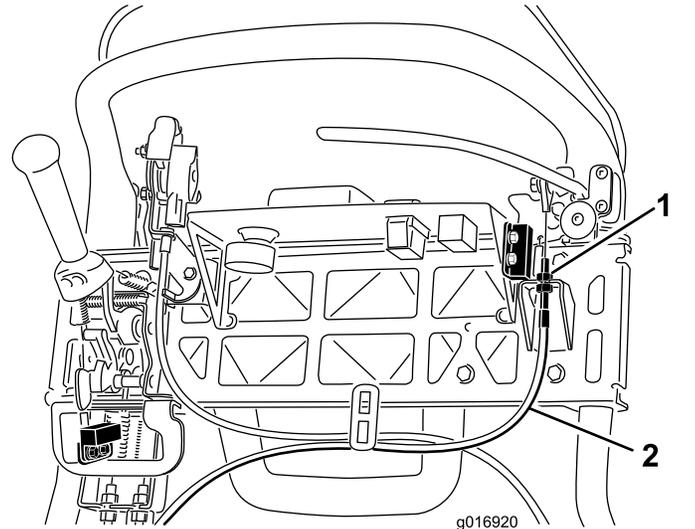

Bild 43
3. Lösen Sie zum Erhöhen der Bremszugspannung die obere Kabelklemmmutter und ziehen die untere (**Bild 43**) an, bis eine Kraft von 156 N zum Lösen des Feststellbremsriegels auf den Bremshebel aufgebracht werden muss.